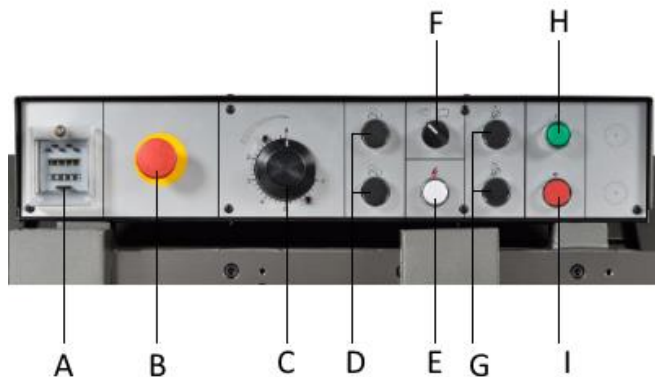

Рис. 2
- Переведите переключатель (F, рис.2) на ручной режим работы.
- Поднимите раму пилы (D, рис.2) и зажмите заготовку в тисках.
- Установите регулятор подачи рамы (C) на требуемую величину. **ВНИМАНИЕ!** Слишком большая скорость подачи приводит к чрезмерному врезыванию пилы и выходу полотна из строя.
- Нажмите кнопку «Пуск» (H, рис.2). Пила начнет движение, рама будет опускаться с выбранной скоростью. Скорость подачи рамы можно регулировать в процессе работы.
Поднимите пильную раму зафиксируйте её (закройте регулятор подачи C, рис.2).